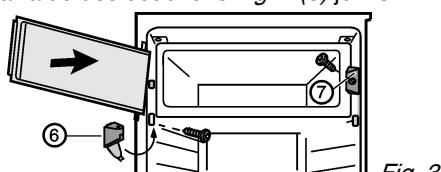

Fig. 3
- Monter l'élément de fermeture Fig. 3 (7).
- Monter le support d'appui Fig. 3 (6) et fermer le cache.